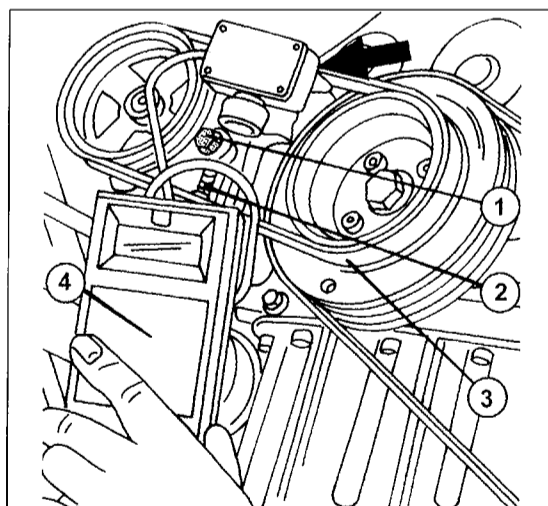

Bild 143
Zuerst den Riemen der Lenkhilfspumpe unter Bezug auf Bild 143 ausbauen:
Das Messwerkzeug (4) wie in Bild 143 gezeigt an der oberen Laufstrecke des Riemens ansetzen und die Mutter (2) anziehen, bis eine Anzeige von 102 \pm 10 EEM-Einheiten \pm 10) erhalten wird. Spannung halten und die Schraube (1) anziehen.